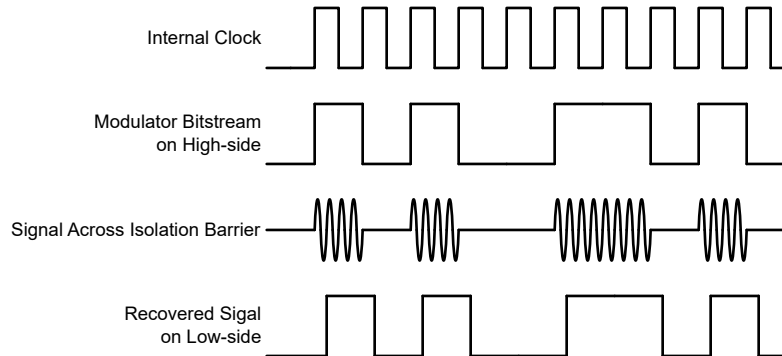

図 7-1. OOK ベースの変調方式
図 7-1 に示されているように、AMC0x30S-Q1 は、オン / オフ キーイング (OOK) 変調方式を使用して、変調器の出力ビットストリームを、SiO₂ ベースの絶縁膜間で伝送します。送信ドライバ (TX) をに 機能ブロック図 示します。TX は、内部で生成された高周波キャリアを絶縁バリア越しに送信し、デジタル 1 を表現します。ただし、TX はデジタル 0 を表す信号を送信しません。AMC0x30S-Q1 で使用されるキャリアの公称周波数は 480MHz です。